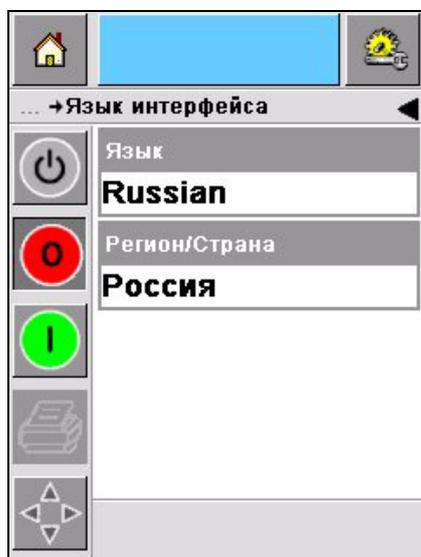

Рисунок 5-26: Экран Локализация
- 1 Перейти к *Tools (Инструменты)* > *Setup (Настройки)* > *Control (Управление)* > *Internationalisation (Локализация)* и экран *Internationalisation (Локализация)* появится (Рисунок 5-26).
- 4 Выберите пиктограмму *Region/Country* (Регион/Страна) чтобы выбрать регион или страну (Рисунок 5-26 на странице 5-20).